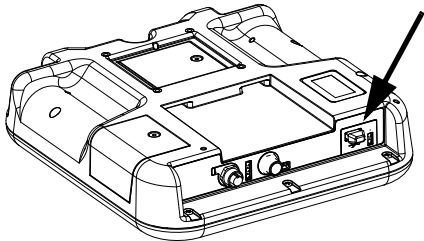

FIG. 39: USB-port för ADM
1. Sätt i USB-minnet i USB-porten (BL). Se FIG. 39 på sidan 62.
3. Ta ut USB-flashminnet från USB-porten (BL).